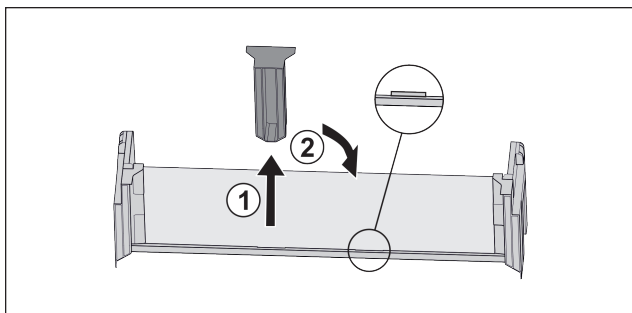

Fig. 18\*
- ▶ Wyciągnąć środkowy element trzymający Fig. 18 (1).\*
- ▶ Włożyć środkowy element trzymający na środkowej pozycji Fig. 18 (2).\*